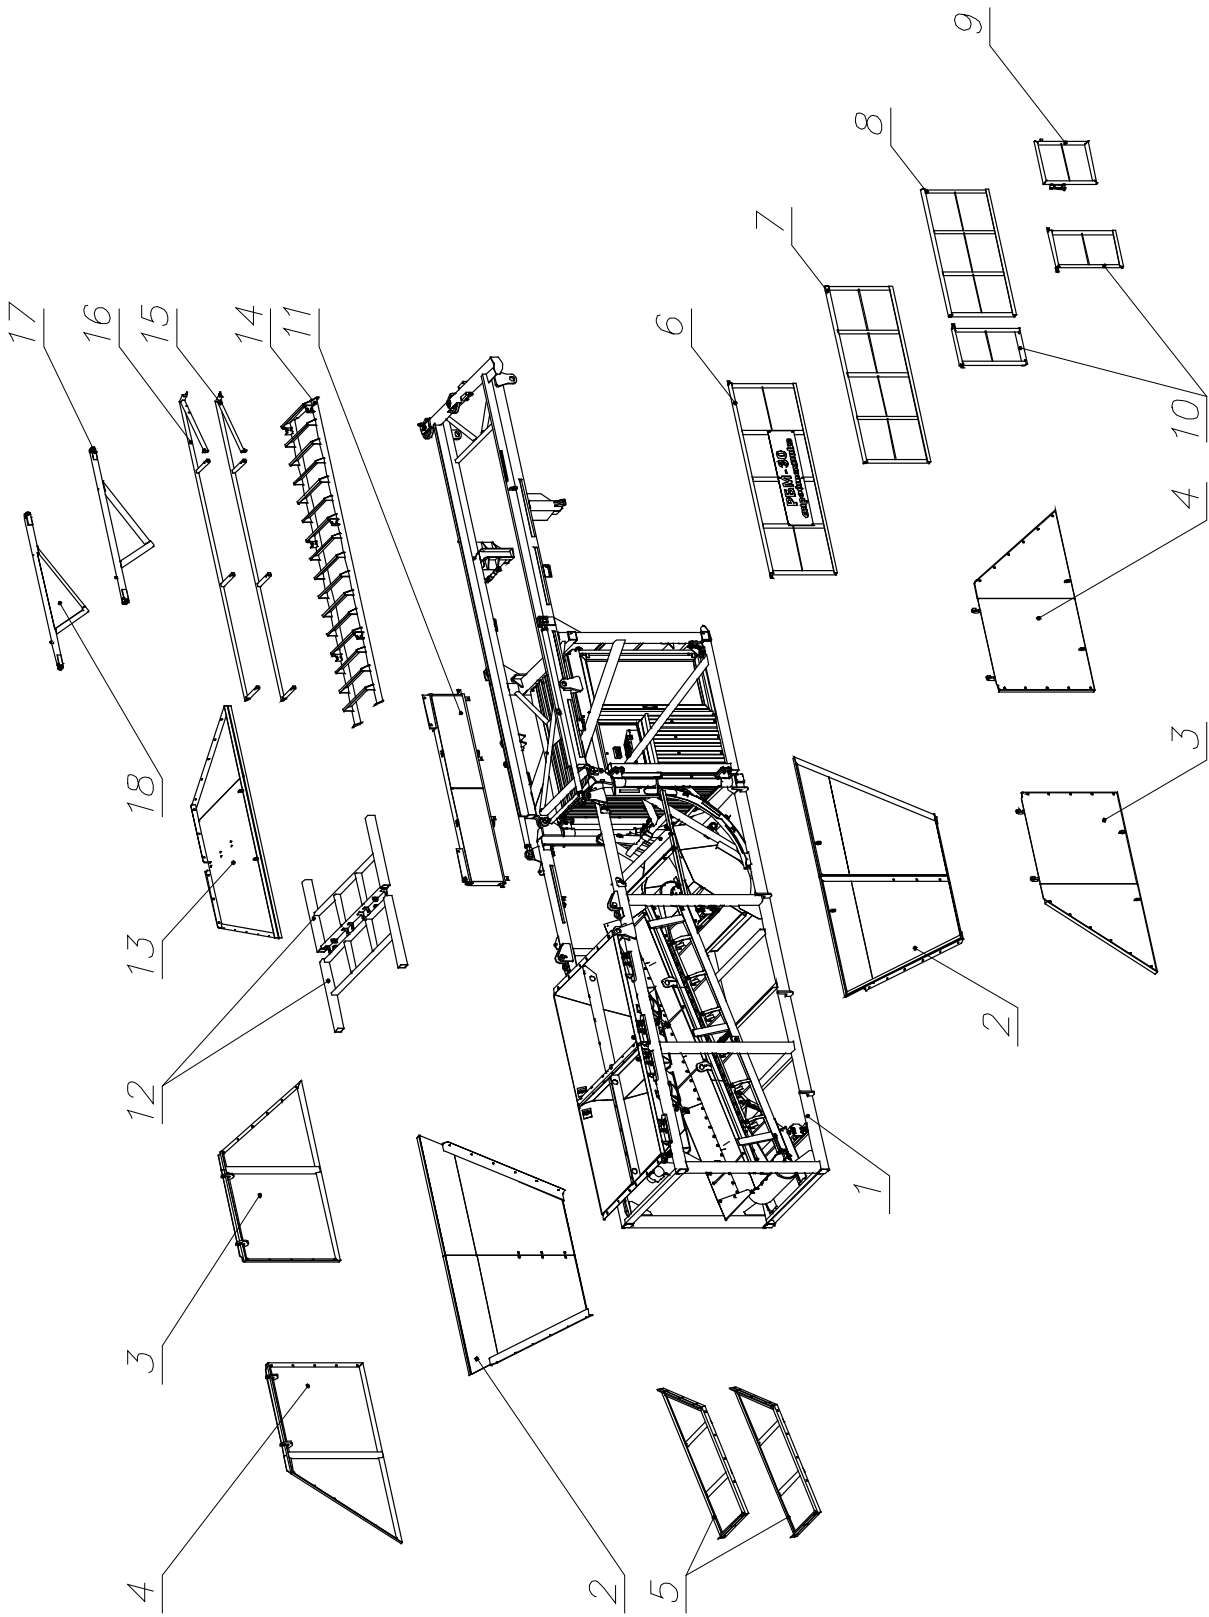

Рис. 16 Состав металлоконструкции установки
2. С рамы установки снимаются элементы металлоконструкции закреплённые на ней для транспортировки (см. рис. 16).